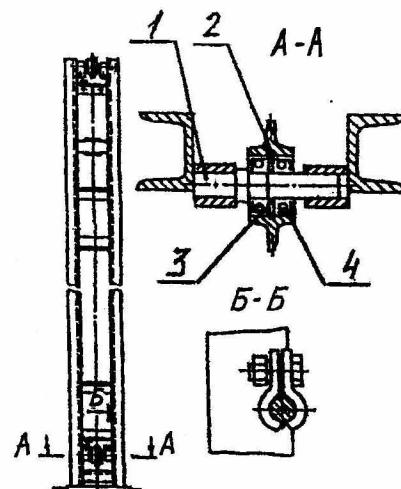

Рис. 7. Направляющая стойка
4.5. Направляющая стойка (рис. 7) состоит из двух швеллеров, внутренние стороны которых служат для перемещения каретки, и оснащена центриатором для удобства проведения спуско-подъемных операций и бурения.